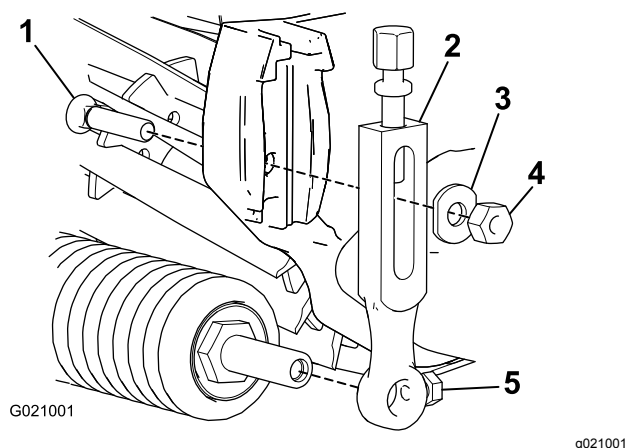

図 1
2. 刈高アームについているローラ取り付けねじをゆるめる図 1。
3. 刈高アームをローラシャフトから抜き取る図 1。